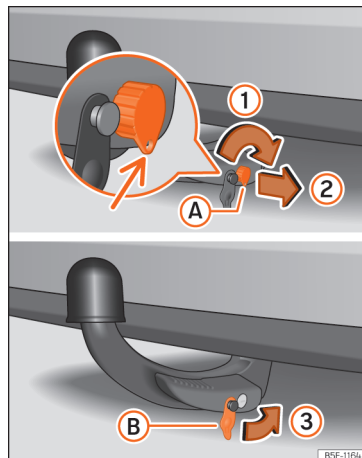

Abb. 302 Anhängerkupplung anbringen Schritt 2
» » Abb. 302 (1).
• Ziehen Sie den Zündschlüssel ab (2).
• Setzen Sie die Abdeckung (B) auf das Schloss (3) » » Abb. 302 » » (1).